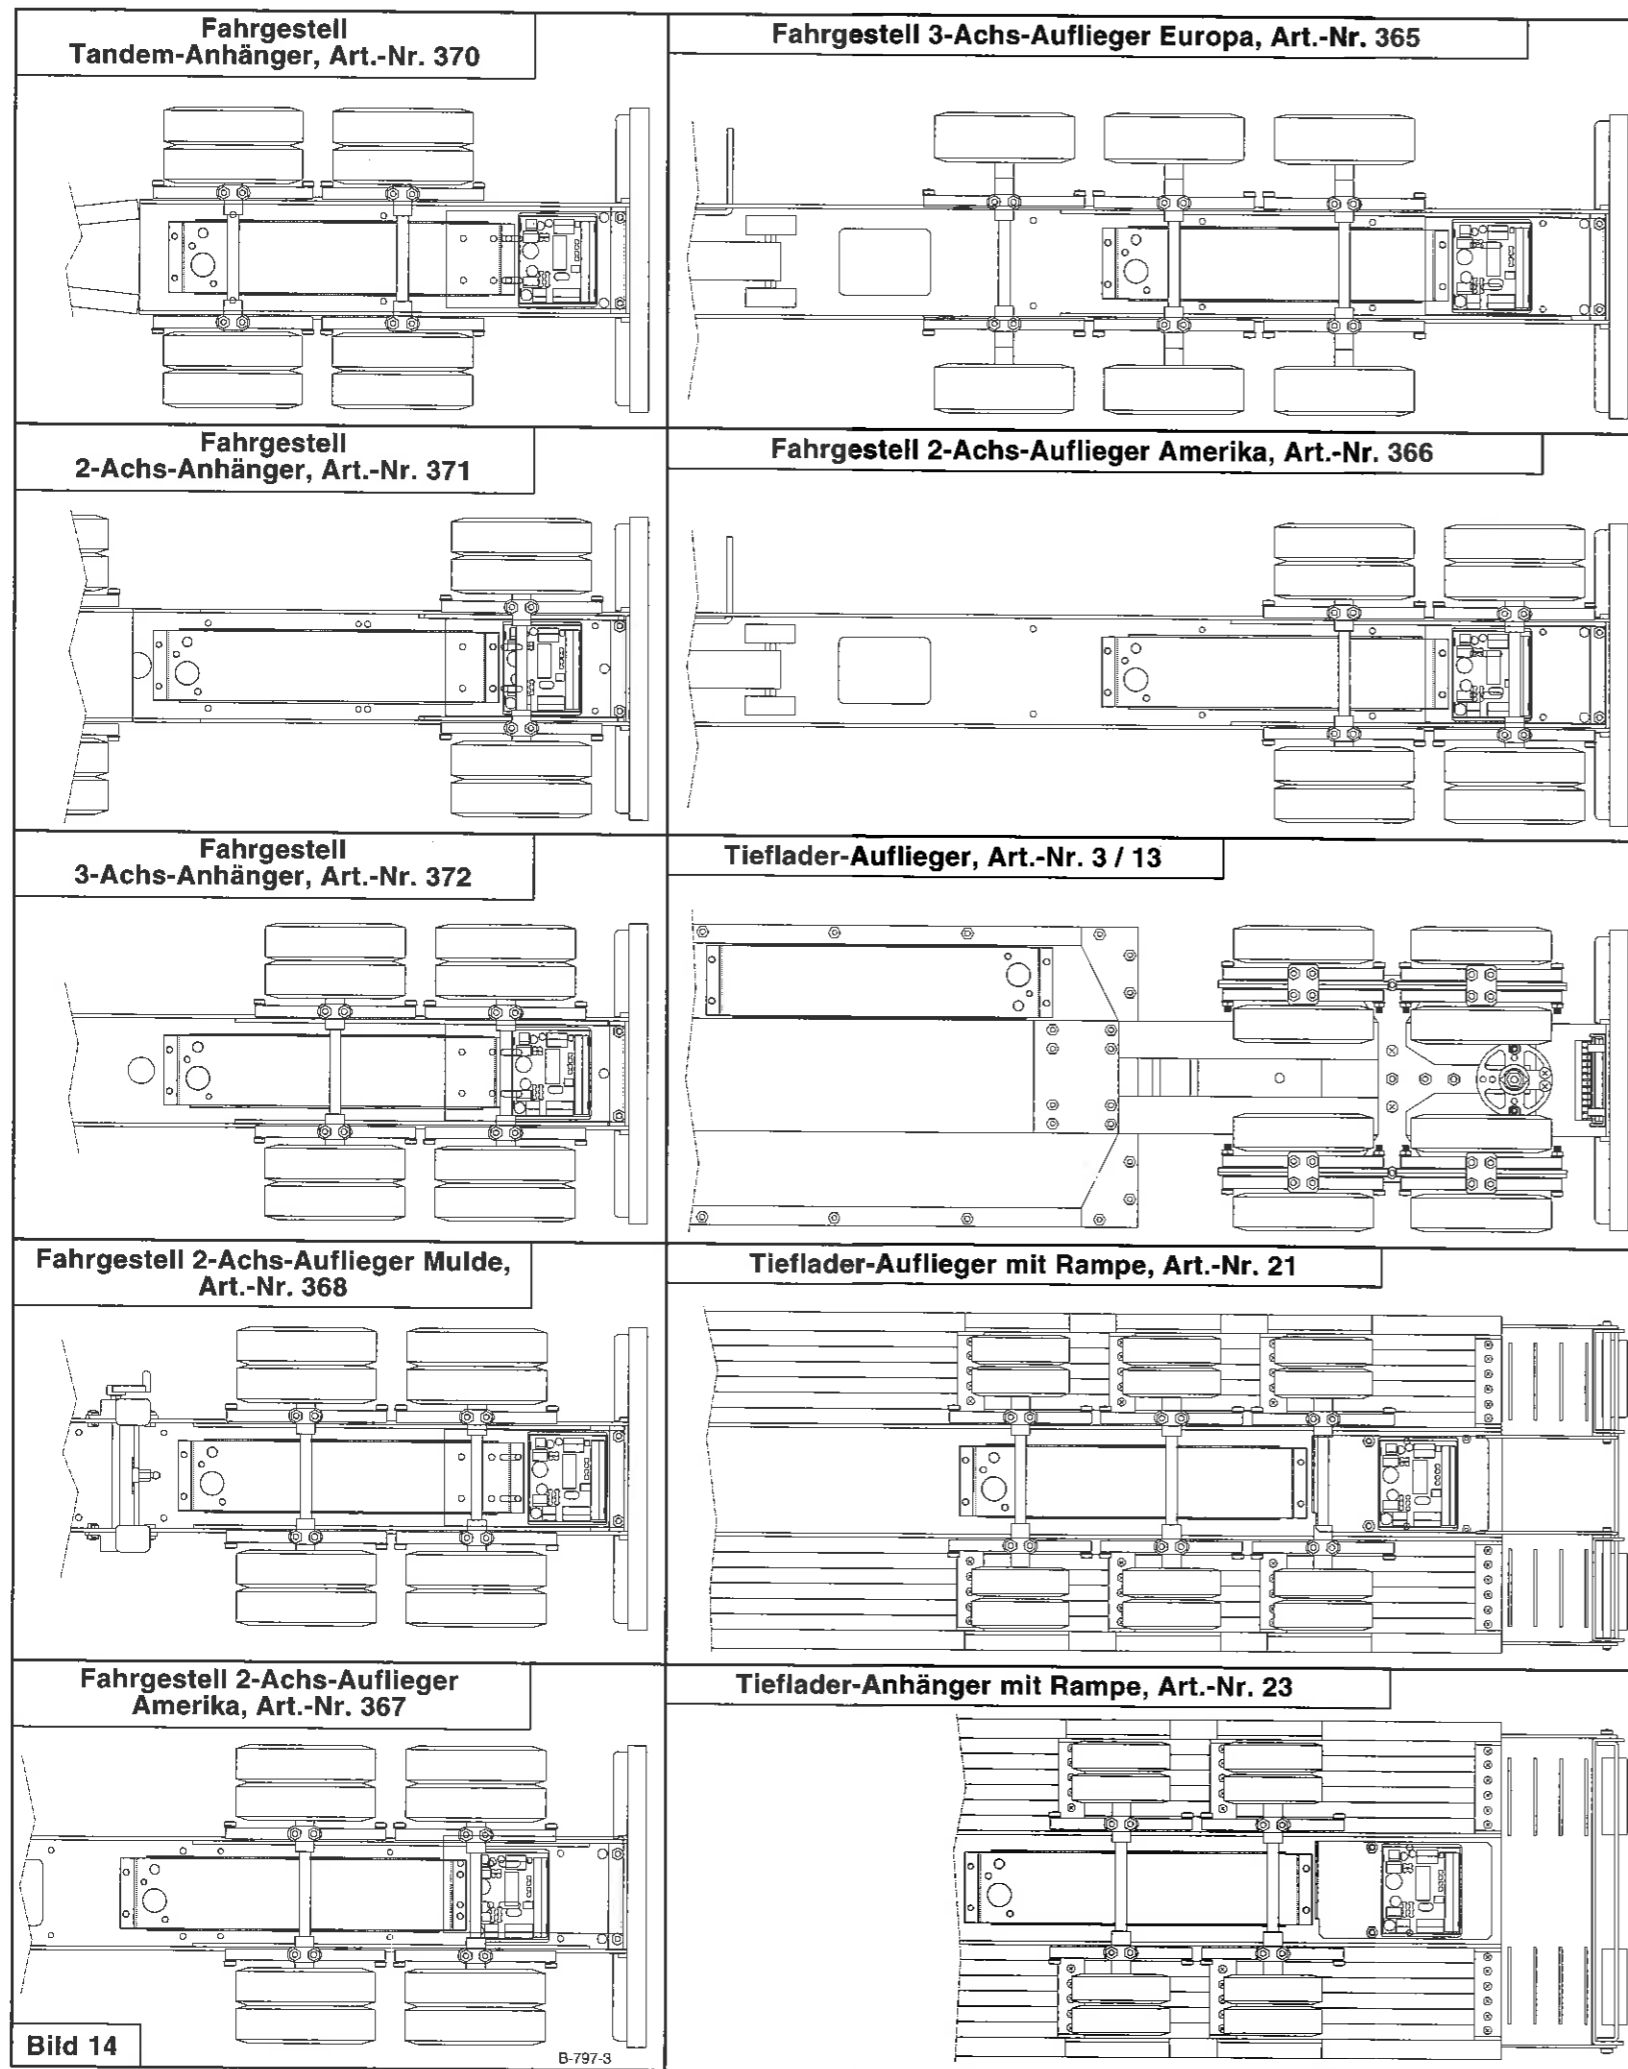

Bild 14
**Bild 14** zeigt die unterschiedlichen Befestigungspositionen des Batteriekastrs und der Steuer- und Beleuchtungsplatine mit Platinenhalter bei den verschiedenen Aufliegern und Anhängern. Wie in den einzelnen Bildern dargestellt, ist die Position abhängig von der Lage des Platinenhalters, ausgenommen beim Tieflieder-Auflieger Art.-Nr. 3/13. Der Platinenhalter hat an der Unterseite Aussparungen, in die vorhandene Schraubenköpfe oder Muttern, die an den Rahmen montiert sind, einliegen. Im Abstand von ca. 2mm zum Platinenhalter wird der Batteriekastr angebracht. Der Platinenhalter wird mit zwei Klebepads am Rahmen befestigt, bzw. beim Tieflieder-Auflieger, Art.-Nr. 3/13, senkrecht am Stoßstangenhalter. Bei allen Fahrgestellen, mit Ausnahme vom Tieflieder-Auflieger mit Rampe und beim Tieflieder-Anhänger mit Rampe, wird die Kabelabdeckung mit Langlöchern in Verbindung mit dem Batteriekastr angebracht. Beim Tieflieder-Auflieger mit Rampe und beim Tieflieder-Anhänger mit Rampe wird die größere Kabelabdeckung mit den Gewindehülsen M3 x 20 montiert.